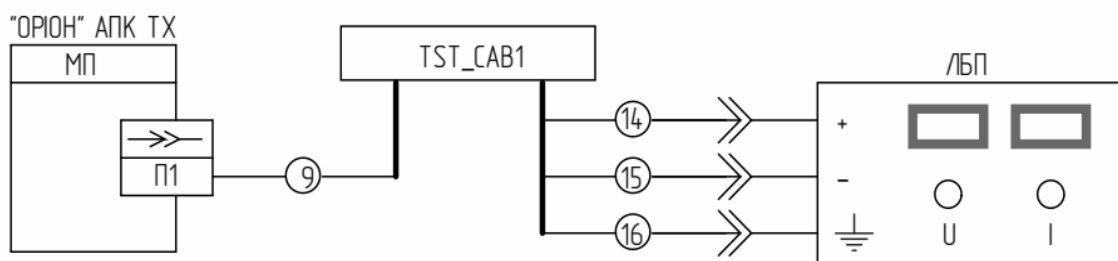

Рисунок 8.8.1 – Подключение ПРД к ЛБП
- 2) Подключить «ОРИОН» АПК ТХ к ЛБП с помощью тестового кабеля «TST_CAB1» (см. рисунок 8.8.1);